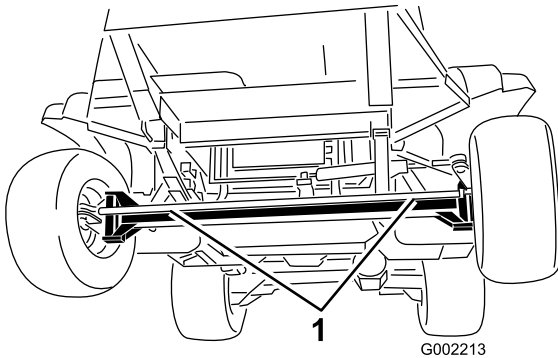

**Figura 43**
1. Gire la válvula de remolcado (Figura 43) 90 grados en cualquier sentido para abrirla.